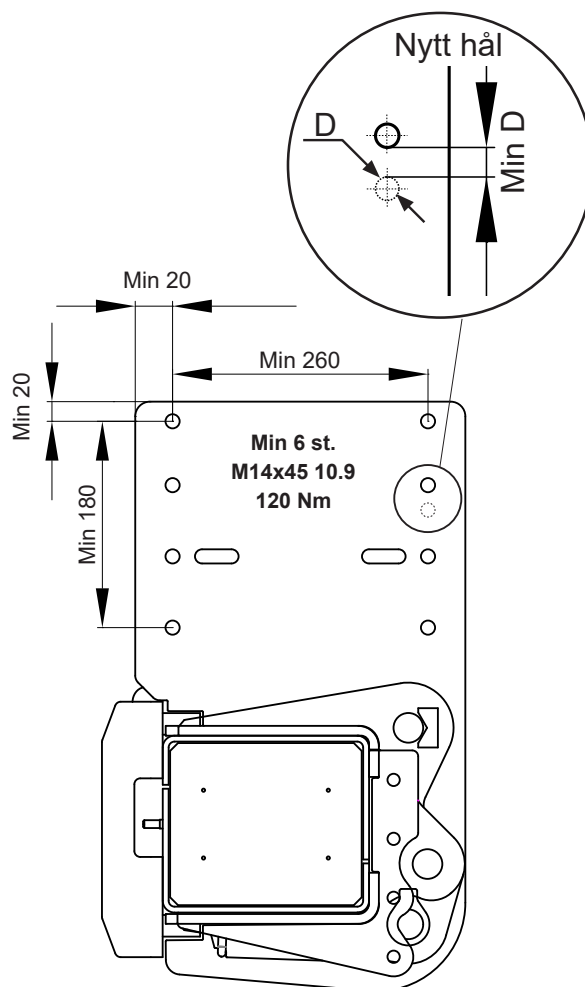

Bild 29. Montera ramfästet med minst 6 skruvar M14x45 10.9
9. Vid montering på ram utan förborrade hål, montera först med en skruv i fästenas spårformade hål. Märk ut på fordonsramen mitt i fästenas spårformade hål och borra sedan hål Ø14 mm. i ramen, se Bild 29.